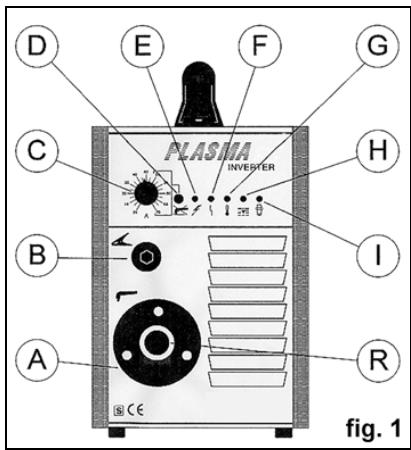
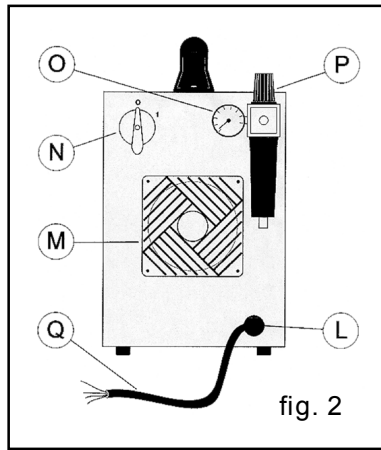

fig. 1
fig. 2
Termica: Per evitare eventuali sovraccarichi, ed evidenziata dall'accensione della lampada spia **G** (vedi fig. 1).
Pneumatica: Per evitare che la pressione aria sia insufficiente, posta sull'alimentazione della torcia evidenziata dalla spia **H** (vedi fig. 1).
2) che manda in blocco la macchina quando l'elettrodo raggiunge uno stato di usura tale da dover essere sostituito. Questa seconda funzione è evidenziata dall'accensione della lampada **I** (fig. 1).
3) che disattiva la macchina in presenza di tensioni di rete elevate ed evidenziata dall'accensione della lampada spia **F** (fig.1).
(Vedi fig.1 e fig.2)